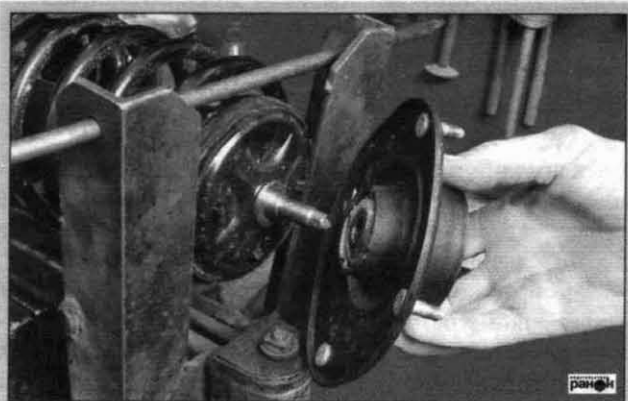

Рис. 5.14. Снятие верхней опоры
- снять верхнюю опору (рис. 5.14);